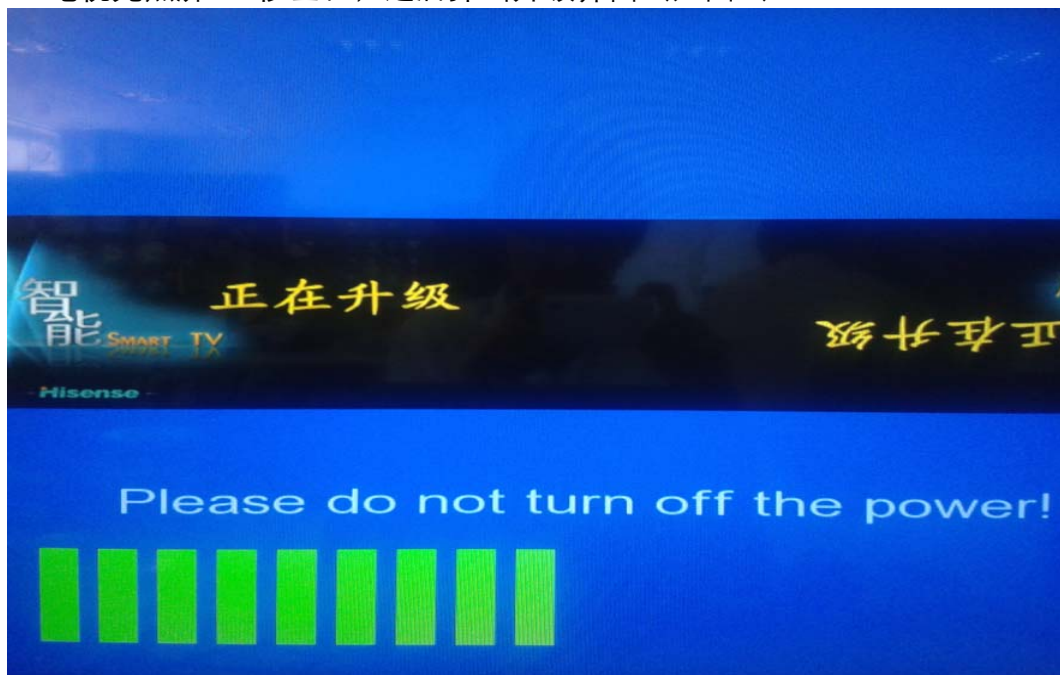

图 2
3. 电视先黑屏 15 秒左右, 之后弹出升级界面 (如图 2)。